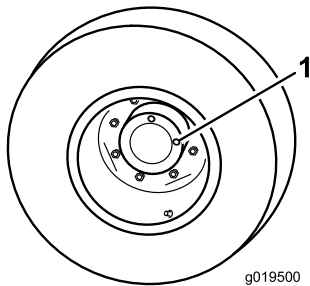

Figura 59
1. Con la macchina parcheggiata su una superficie piana, posizionate la ruota in modo che un tappo (Figura 59) si trovi nella posizione ore 12 e l'altro ore 3.
1. Tappo di controllo (2)
2. Rimuovete il tappo a ore 3 (Figura 59). Il livello dell'olio deve raggiungere la base del foro del tappo di controllo.